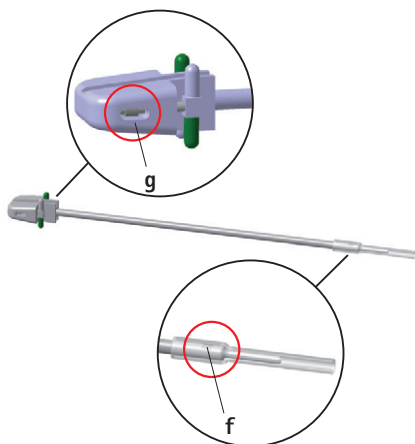

Fig. 4
- Colocar el tope de seguridad en la posición central **g**, ver Fig. 4.